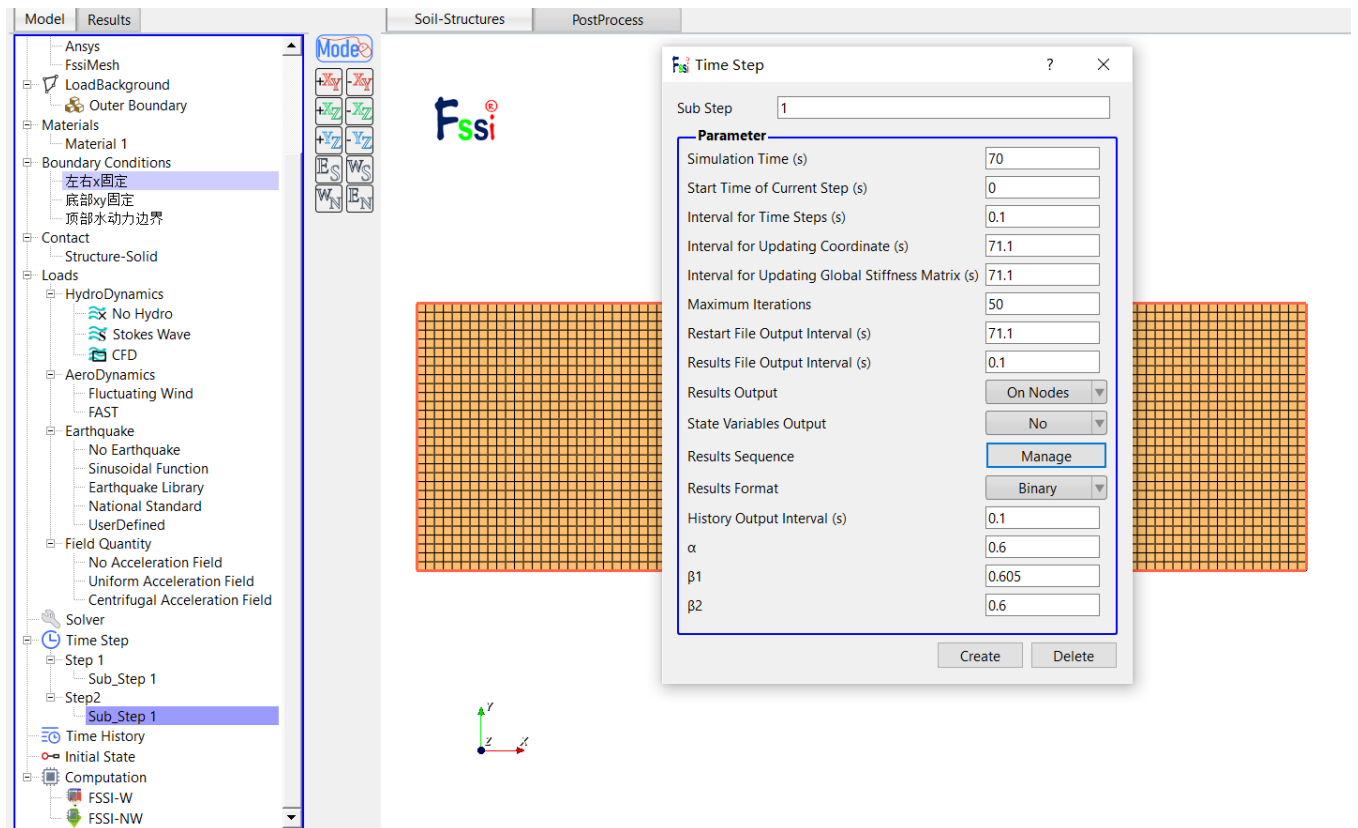

图 1-21 设置时间步和相关属性参数
Step 2 的时间步设置如图 1-21 所示。计算总时间设置为 70 s；时间步长设置为 0.1 s；坐标更新时间设置为 71.1 s；刚度矩阵更新时间设置为 71.1 s；每个时间步最大迭代次数设置为 50 步；重启文件的时间设置为 71.1 s；每 0.1 s 输出一次结果文件；输出节点上的结果；每 0.1 s 输出一次选定节点或单元的时程文件。 α ， β_1 ， β_2 保持默认值。